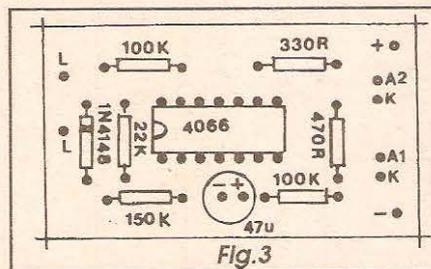

Fig. 3
- FIG. 3 - CHAPEADO DA MONTAGEM - São poucas as peças e a sua distribuição sobre a face não cobreada da placa (oposta, portanto, à mostrada na figura anterior...) é bastante simples, organizada de forma visualmente limpa e fácil, conforme indica o diagrama... Alguns dos componentes devem ter suas posições de terminais rigorosamente respeitadas, caso do integrado (extremidade marcada voltada para o resistor de 22K), do diodo (extremidade de *catodo*, marcada, apontando *para cima* - na posição em que a placa é vista no desenho...) e do capacitor eletrolítico (terminal *positivo* para a *direita*, na posição em que o impresso é mostrado...). Os resistores comuns, não polarizados, devem ter seus valores lidos e interpretados com precisão, antes de serem inseridos e soldados, para que não ocorram trocas... Para tanto, se o leitor for ainda um *começante*, o TABELÃO APE ajudará muito, relembrando os códigos de cores e a sua correspondência numérica... Conferir sempre, é uma norma básica das boas montagens... Assim, tanto *durante* quanto *depois* das soldagens, cada peça, cada valor, cada polaridade e código, devem ser verificados e confirmados... Com isso serão evitados erros e inversões que, se percebidos tardiamente, darão muito mais traba-